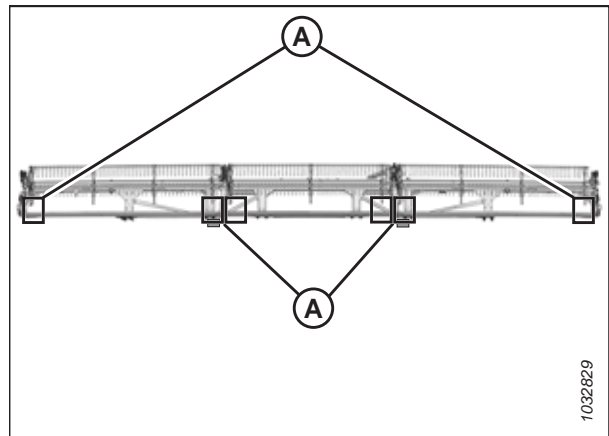

Figura 4.281: Locais de medição FlexDraper® – molinete triplo
- Plataformas de molinete triplo: Figura 4.281, página 658